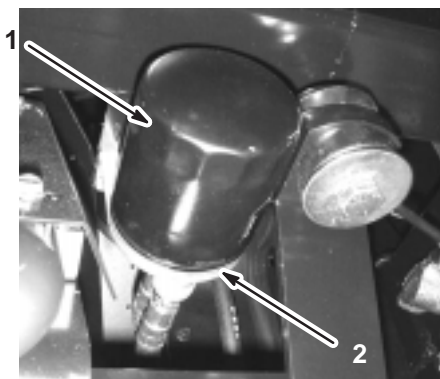

Figure 34
2. Déposez le filtre usagé (Fig. 34).
3. Essuyez la surface du joint de l'adaptateur du filtre (Fig. 34).
4. Appliquez une fine couche d'huile neuve sur le joint en caoutchouc du filtre de rechange (Fig. 34).
5. Posez le filtre à huile de rechange sur l'adaptateur. Tournez le filtre dans le sens horaire jusqu'à ce que le joint en caoutchouc touche l'adaptateur, puis donnez 1/2 tour supplémentaire (Fig. 34).